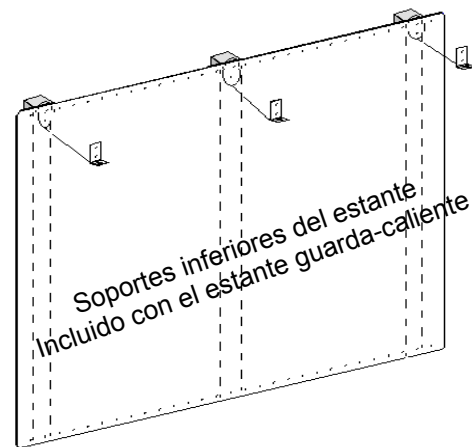

Figura 12: Consola trasera de protección con estante guardacaliente
3. En el lugar indicado en la *Figura 12*, fije los soportes inferiores proporcionados con el estante guarda-caliente a través de la consola trasera de protección en los travesaños de pared.